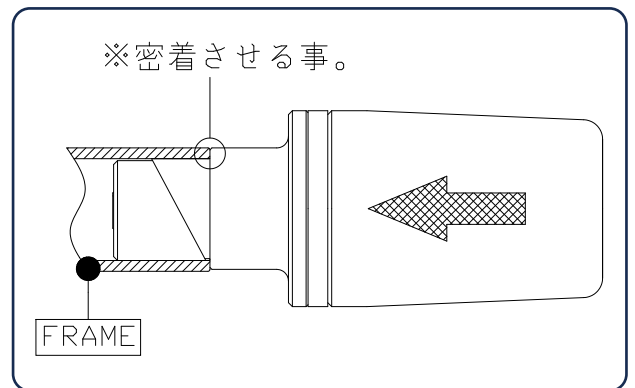

図2
- ② フレームに側に押し当て、規定トルクで固定します。（図2参照）